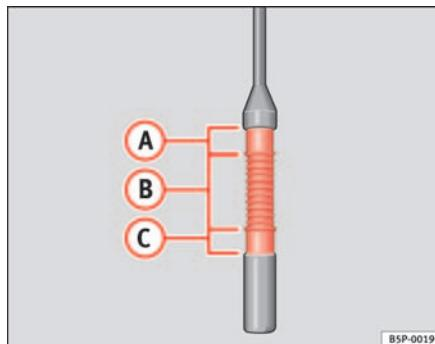

Fig. 120 Varilla de medición del nivel de aceite.
- Vuelva a extraer la varilla de medición y compruebe el nivel de aceite que indica el extremo inferior de la varilla de medición ⇒ fig. 120.
Si el nivel se encuentra en la zona ⇒ fig. 120 A, no se debe añadir aceite.